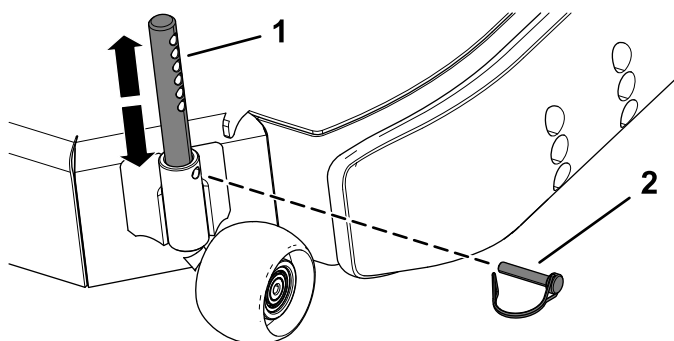

Figura 32
4. Îndepărtați tiftul de blocare de la tiftul rolei (Figura 32).
5. Deplasați tiftul rolei în sus sau în jos în poziția dorită i fixați-l cu tiftul de blocare (Figura 32).